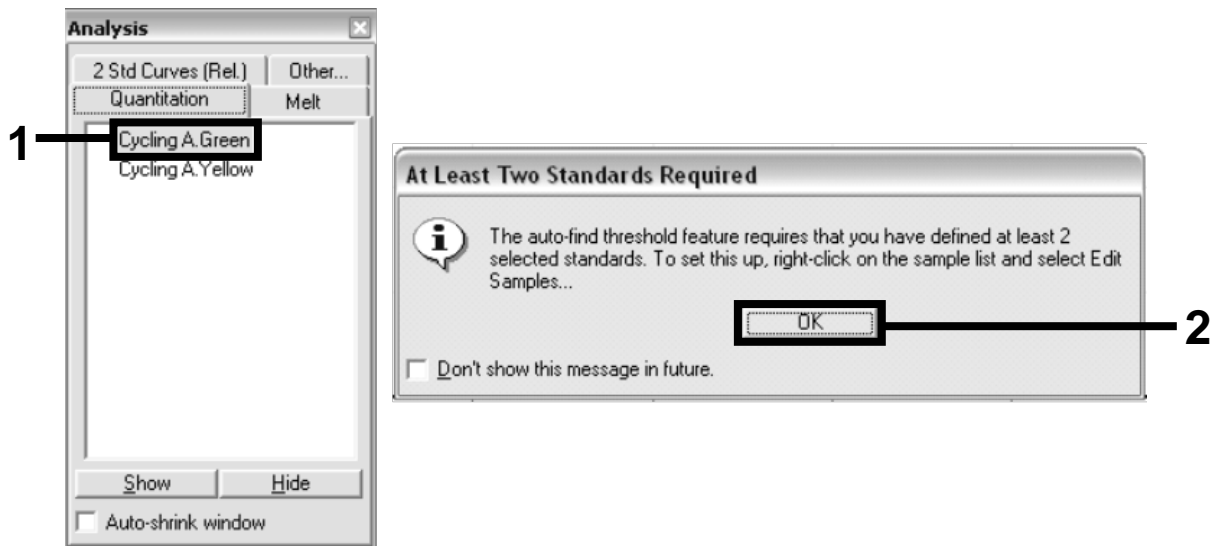

Abbildung 9. Quantifizierung: "Cycling A. Green" („Datenerfassungs-Kanal Grün“).
18. Wählen Sie im "Analysis"-Dialogfenster (siehe Abb. 9) durch Doppelklick den grünen Fluoreszenz-Kanal "Cycling A. Green" aus und klicken Sie anschließend auf "OK". Wiederholen Sie diesen Schritt für den gelben Kanal "Cycling A. Yellow".